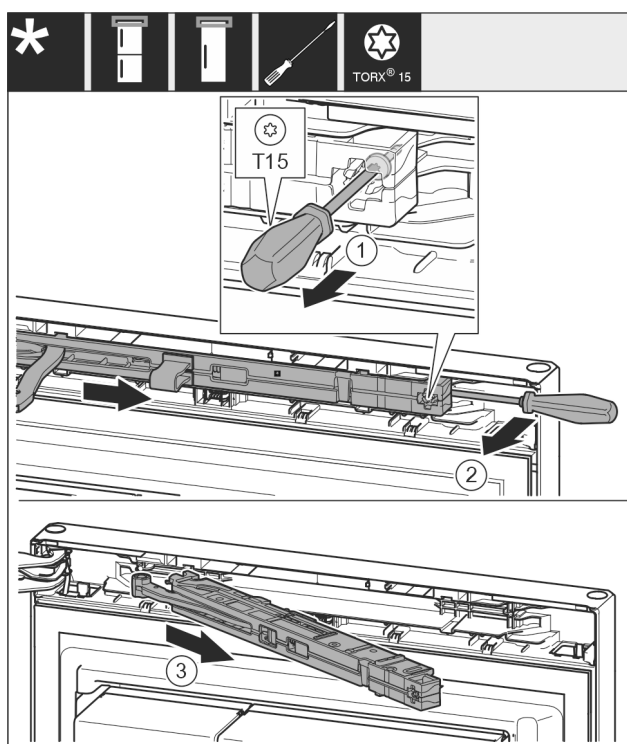

Fig. 11
- Afloje el tornillo Fig. 11 (1) de la unidad del amortiguador de cierre con un destornillador 14 mm.
- Haga palanca con un destornillador para sacar la unidad del amortiguador de cierre Fig. 11 (2) del lado del tirador hacia delante.
- Extraiga la unidad del amortiguador de cierre Fig. 11 (3).